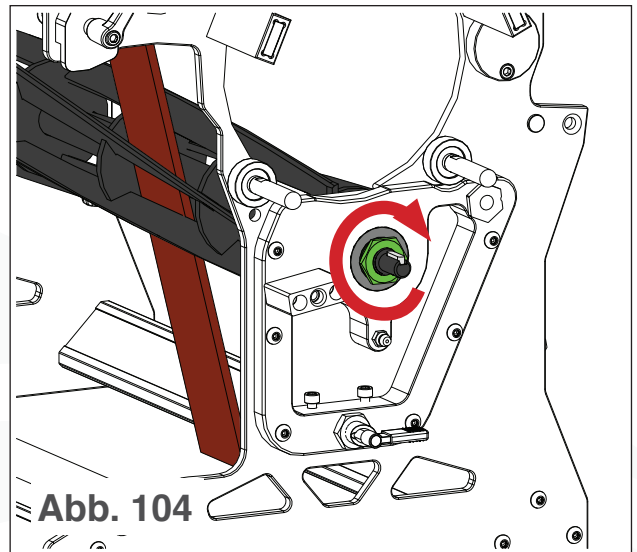

Abb. 104
- b. Während Sie die Klingen mit der nichtmetallischen Stange festhalten, setzen Sie die Klingenmuttern auf das Ende der Klinge und ziehen Sie sie mit einem 24-mm-Schlüssel auf 60ft-lbs an (siehe Abb. 104).